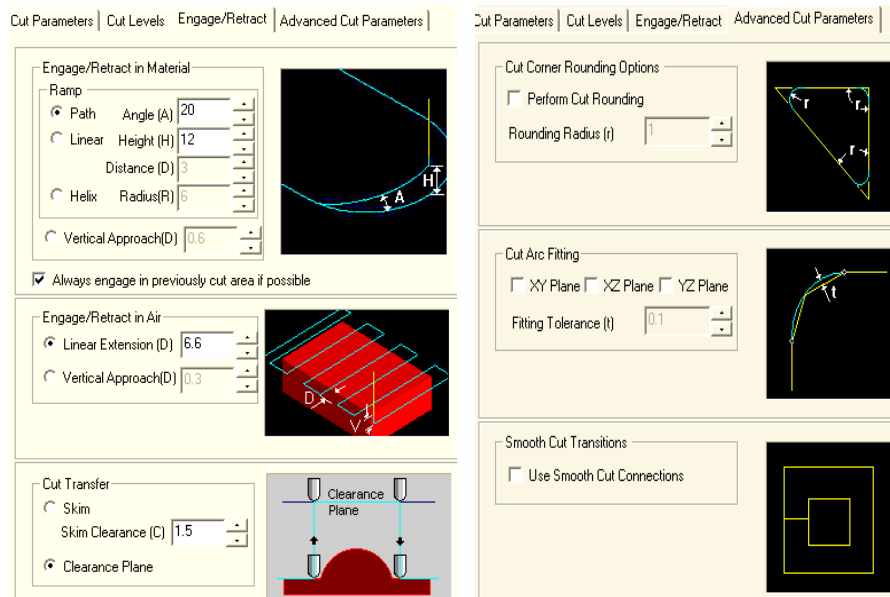

Figura 15. Opțiuni avansate referitoare la programarea traiectoriilor sculei
8. Fișa **Engage/Retract** permite programarea traiectoriilor mișcărilor de angajare și retragere a sculelor (figura 15.a), iar fișa **Advanced Cut Parameters** facilitează precizarea opțiunilor legate de racordarea muchiilor, de realizare a traiectoriilor în arc de cerc și de trecere de la un contur de echidistanță, la următorul (figura 15.b).